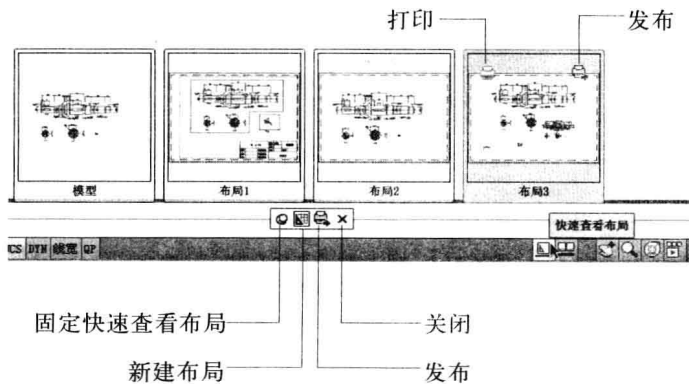

图 10-3-1
(1) 在状态栏中右击“快速查看布局”按钮，在弹出的快捷菜单中选择“新建布局”，即可使用默认名称新建“布局2”。选择菜单命令“插入/布局/新建布局”，命令行提示“输入新布局名 <布局3>”，按 Enter 键，创建“布局3”。
(2) 在状态栏中单击“快速查看布局”按钮，在按钮上方会立即横向显示模型空间和图形中的布局的预览图像，包含新建的“布局2”和“布局3”，如图 10-3-1 所示。